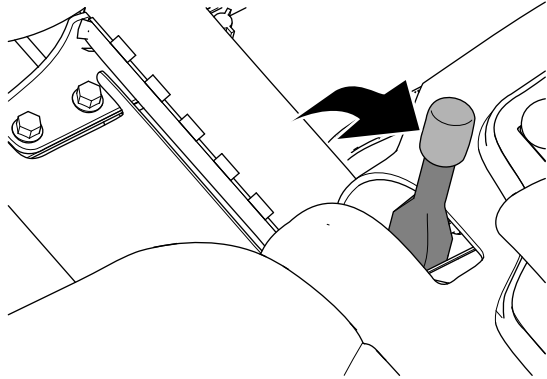

Figura 32
- Ponga el freno de estacionamiento (Figura 32).